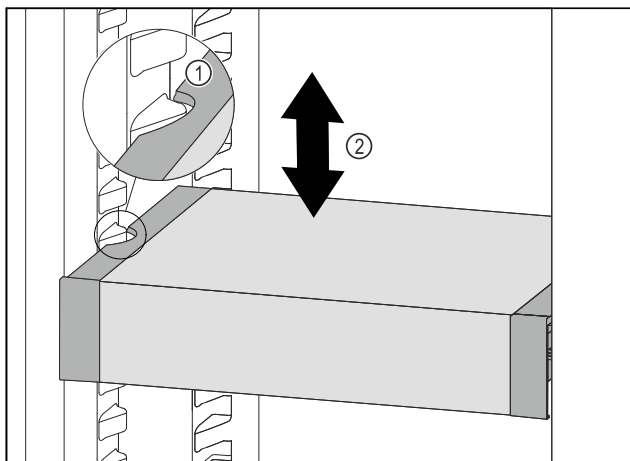

Fig. 217
- VarioSafe vucite prema naprijed sve dok se bočni otvori VarioSafe ladice ne nađu na visini žlijeba spremnika u hladnjaku. Fig. 217 (1)
- Pomičite ladicu VarioSafe u hladnjaku prema gore ili dolje sve dok ne dosegnete željenu visinu. Fig. 217 (2)